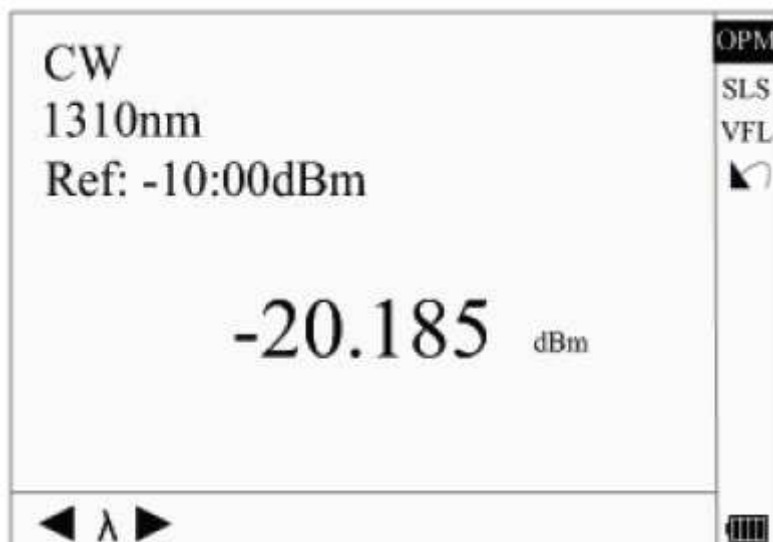

Рисунок 4-10. Измеритель оптической мощности
1. Откройте интерфейс PM/LS, как описано в подразделе «Настройка параметра PM/LS (измеритель мощности, лазерный источник и VFL)» раздела 3. С помощью кнопок ▲ и ▼ выделите «OPM» и нажмите кнопку Enter для получения доступа к интерфейсу OPM (измеритель оптической мощности) (рисунок 4-10).